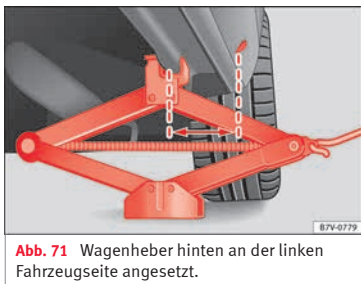

Abb. 71 Wagenheber hinten an der linken Fahrzeugseite angesetzt.
mpunkte befinden sich an Stegen, die **hinter** den vorderen Kanten liegen » **Abb. 71**. Es gilt der Aufnahmepunkt, der sich bei dem jeweiligen Rad befindet » **△**.
8. Sicherstellen, dass der Wagenheberfuß mit der ganzen Fläche sicher auf dem Boden steht und sich der Wagenheberfuß genau unter dem Ansetzpunkt » **Abb. 71** befindet.
9. Den Wagenheber ausrichten und gleichzeitig die Wagenheberklaue weiter hochkurbeln, bis die Klaue den Steg unter dem Fahrzeug » **Abb. 71** umfasst.
- Wagenheber nur an den beschriebenen Stellen ansetzen. Die Klaue des Wagenhebers muss den Steg des Unterholms sicher umfassen »» **Abb. 71.**